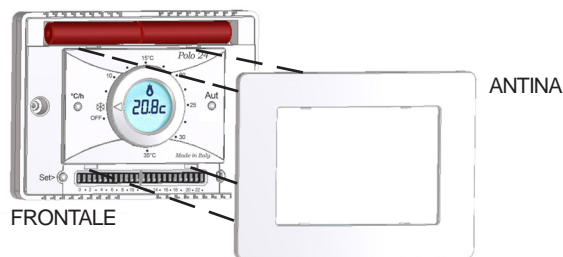

Fig.6
- 3 - Montare l'ANTINA sul FRONTALE inserendo i 4 ganci nelle apposite fessure (Fig.6).